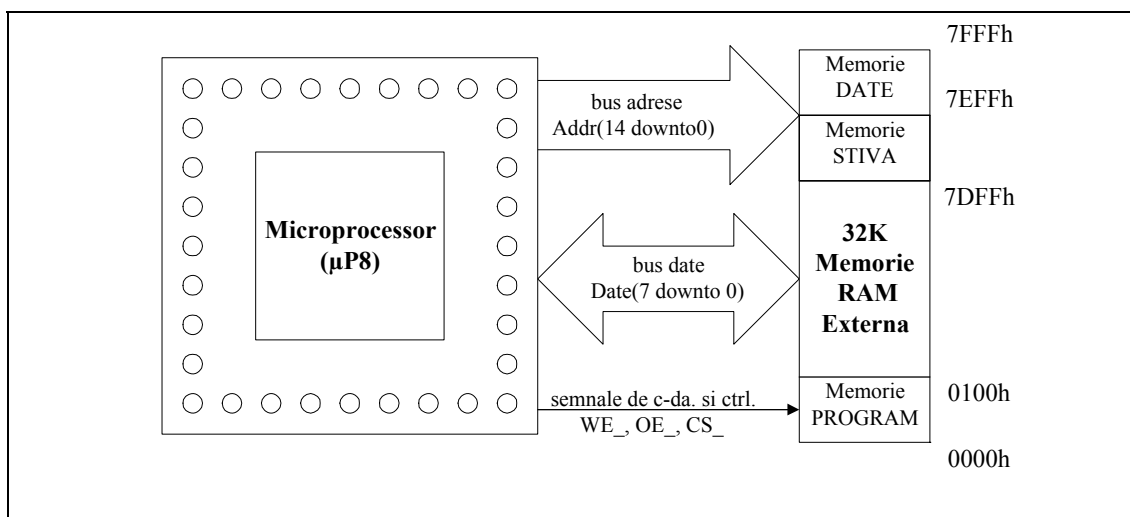

Figura 6 Diagrama bloc a microprocesorului $\mu P8$ și harta memoriei externe
- În tabelul T.1 sunt prezentate posibilitățile de selectare a celor trei zone din memoria RAM externă. De asemenea în figura 6 este prezentată o „hartă” a memoriei RAM externe.
Descrierea în VHDL se va face plecând de la descrierea registrelor din laboratorul 4, modelul din figura 6.